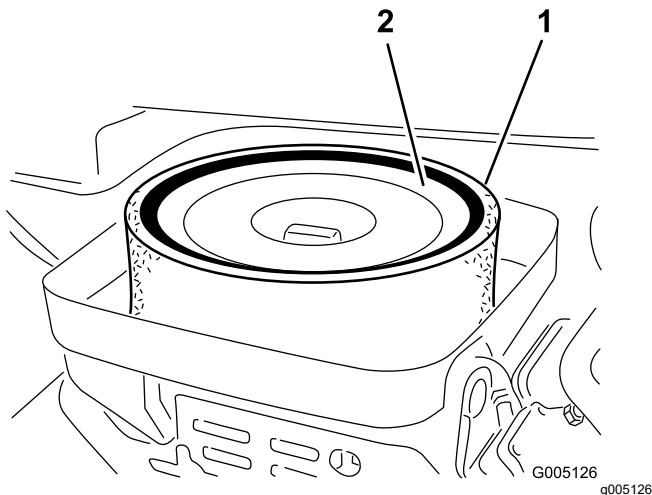

Figure 31
3. Retirez l'écrou à oreilles qui fixe les éléments au boîtier du filtre à air (Figure 31).
4. Si l'élément en mousse est encrassé, sortez-le de l'élément en papier (Figure 31). Nettoyez-le soigneusement comme suit :